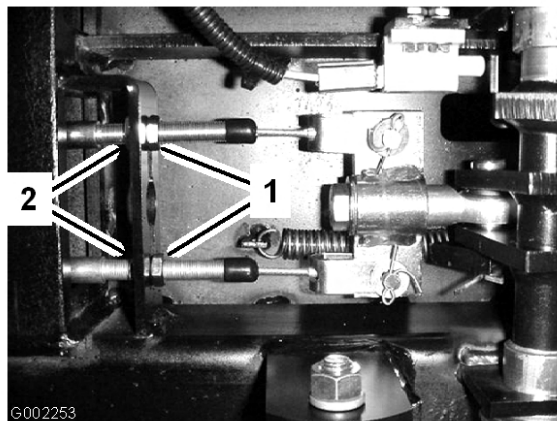

図 55
5. ブレーキ・ケーブルの車両前端側にある前ナットをゆるめる（図 55）。
6. 後ナットを均等に締めて、ブレーキ・ペダルの遊びを1～2 cm に調整する（図 55）。